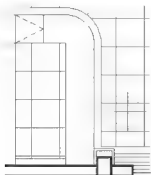
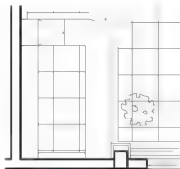

图 4.81 光标移动轨迹
图 4.82 使用【徒手绘图】命令绘制配景
(1) 在命令行输入“Sketch”后按 Enter 键, 启动【徒手绘图】命令。
(2) 在记录增量 &lt;1.0000&gt;: 提示下, 输入“40”。记录增量是用于 AutoCAD 自动记录点的最小距离间隔, 也就是说, 只有当前的当前位置点与上一个记录点之间的距离大于 10mm 时, 才将其作为一个点记录。
(3) 在徒手画, 画笔(P)/退出(X)/结束(Q)/记录(R)/删除(E)/连接(C): 提示下, 在需要绘制配景的位置单击一点作为徒手绘图的起点, 此时命令行提示&lt;笔落&gt;, 表示“画笔”已经落下。
(4) 按照花的形状轮廓移动光标, 观察绘图区域, 屏幕上会出现显示光标轨迹的绿线, 如图 4.81 所示。
(5) 绘制完一段花后单击, 此时命令行提示&lt;笔提&gt;, 表示“画笔”抬起, 这时可以将光标移到其他位置, 由于处于“提笔”状态, 所以 AutoCAD 并不记录这段光标的轨迹。
(6) 按 Enter 键结束命令, 结果绘制的绿线变为当前层的颜色, 结果如图 4.82 所示。